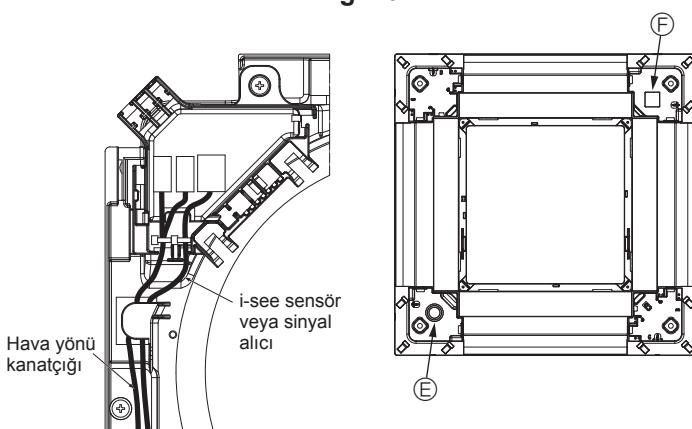

Fig. 10-13
- i-See sensörü ve sinyal alıcısı kablolarnı Fig. 10-13'deki gibi yönlendirin.